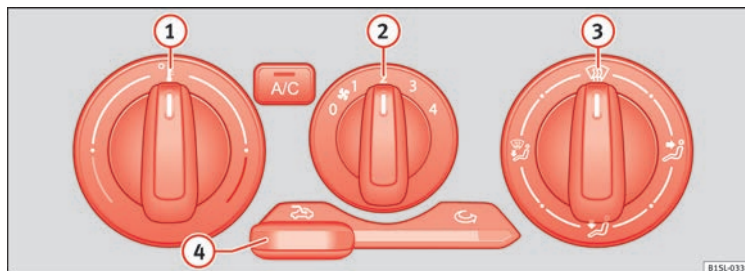

Fig. 38 En la parte superior de la consola central: mandos del aire acondicionado manual y del sistema de calefacción y aire fresco.
Desconectar	Se desconecta girando el regulador central ② a la posición 0 » fig. 38.
Temperatura	Con el regulador giratorio izquierdo ① » fig. 38 se ajusta la temperatura.
Ventilador Con el regulador giratorio central ② » fig. 38 se ajusta la velocidad del ventilador.
Distribución del aire	Con el regulador giratorio derecho ③ » fig. 38 se ajusta la distribución del aire
Eliminar el hielo del parabrisas Con el regulador giratorio derecho ④ » fig. 38 se elimina el hielo del parabrisas lo más rápidamente posible y se desempaña el mismo (función de desescarchado/desempañado).
Recirculación de aire Con el regulador desplazable ⑤ » fig. 38 se conecta y desconecta la recirculación de aire » pág. 137.